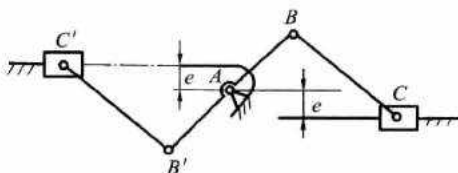

图 1-17
17. 如图 1-17 所示,为了平衡曲柄滑块机构 ABC 中滑块 C 的往复惯性力(曲柄和连杆质量不计),在原机构上附加一对称滑块机构 $AB'C'$ 。设滑块 C 和 C' 质量相等, $l_{AB}=l_{AB'}$, $l_{BC}=l_{B'C'}$, 则该机构在运转时能达到惯性力全部平衡,且不产生附加惯性力偶矩。()